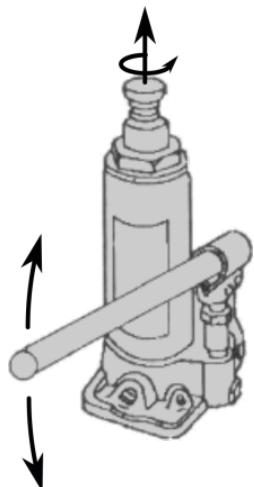

Figura 5: Sollevamento con il martinetto
3. Posizionare il martinetto sotto al veicolo in modo tale che il punzone di sollevamento si trovi centralmente sotto il punto di contatto del veicolo (leggere in merito la guida d'uso del proprio veicolo). Svitare l'asta di prolunga (pos. 2 dello schema) in senso antiorario (figura 5), fino a quando non tocca il punto di contatto del veicolo.